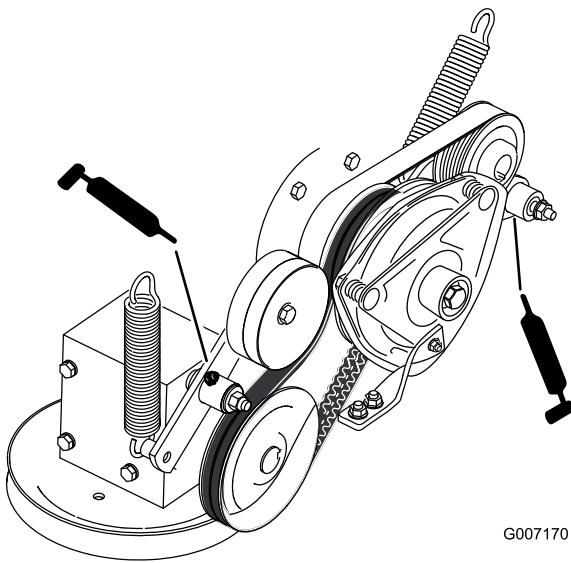

Figura 31
6. Ingrassare il braccio di rinvio della cinghia di trasmissione della PDF (Figura 31).
7. Ingrassare il braccio di rinvio della cinghia della pompa (Figura 31).